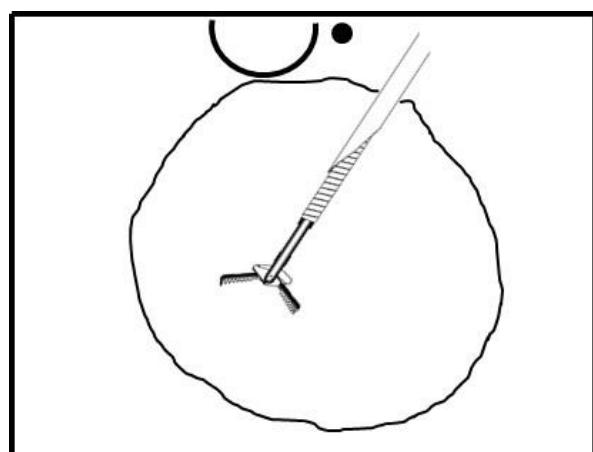

Figura 4
10. APRIRE le ganasce allontanando il cursore in direzione distale dall'anello del pollice in modo controllato (vedere la figura 4).